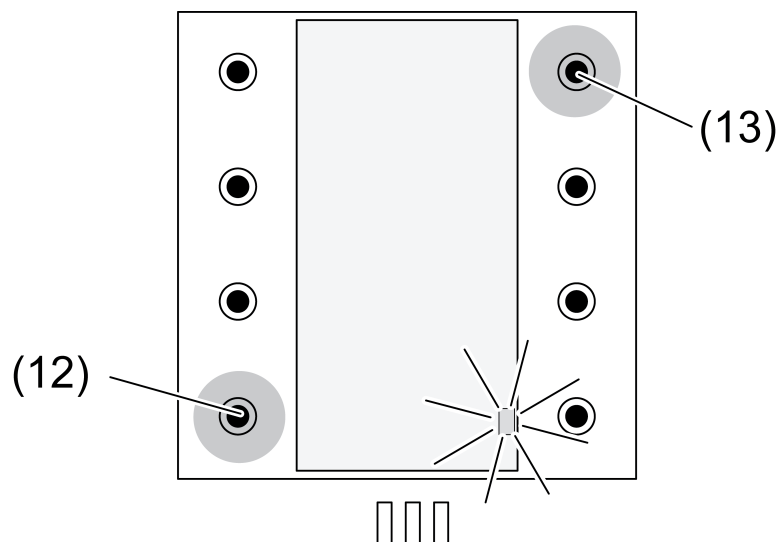

Figure 5: Activation du mode de programmation pour touches de scène
- Appuyer simultanément pendant 4 secondes sur les touches supérieure droite (13) et inférieure gauche (12) (figure 5).
- Appuyer brièvement simultanément sur les touches supérieure droite (13) et inférieure gauche (12) (figure 5).